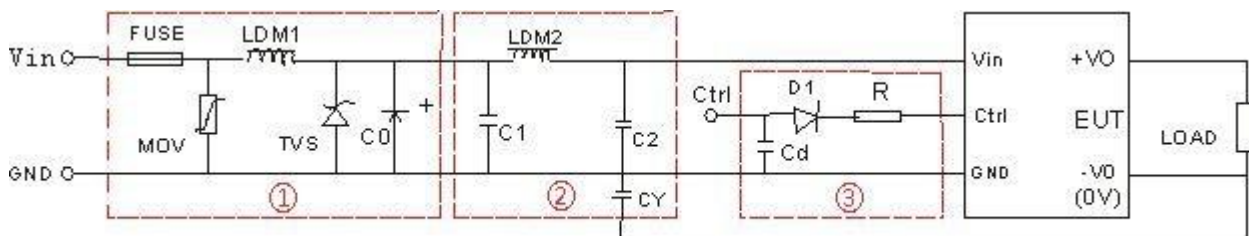

图 1
辐射骚扰	CISPR32/EN55032 CLASS B (推荐电路见图 1-②或图 3)
注：1. 图 1 中第①部分用于 EMS 测试；第②部分用于 EMI 滤波，可依据需求选择；
2.  $V_C$  为 Ctrl 端相对于输入地 GND 的电压， $V_D$  为 D1 的正向导通压降， $I_C$  为流入 Ctrl 端的电流，一般取 5-10mA，Ctrl 端外围电路如图 1-③；
## EMI 测试效果图 (推荐电路见图 1-②)